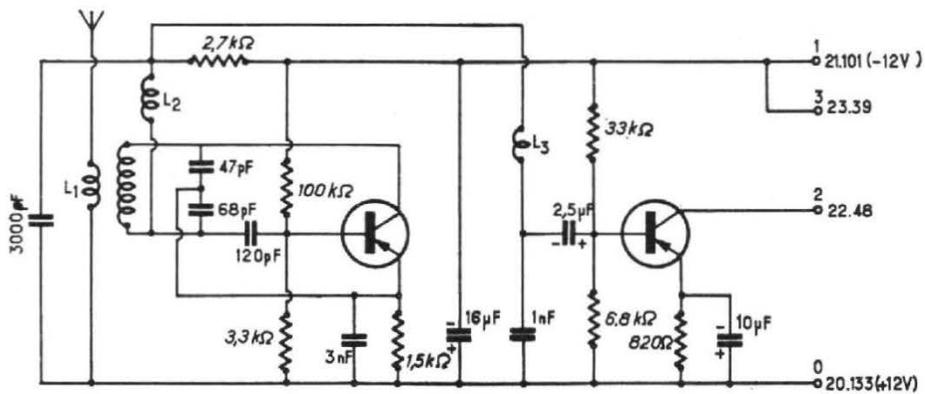

Fig. 11
4.6.2. Réalisation technique - schéma fig. 11.